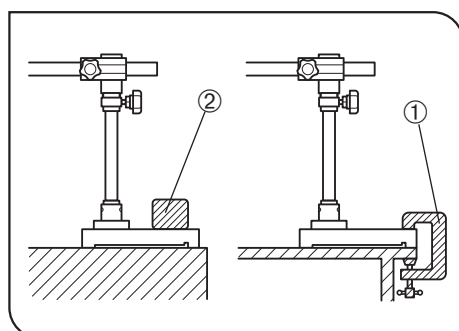

Fig. 3
4. När mer plats krävs framför mikroskopet, skall den horisontella armen oftast riktas i bakre 120° området och stativet kan lätt välta. I detta fall fixerar man stativet ordentligt med hjälp av en bordsklämma ① eller placerar en vikt (3 kg eller mer) ② på basplattan. (Fig. 3)